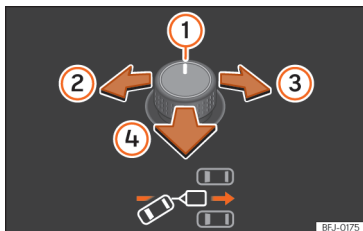
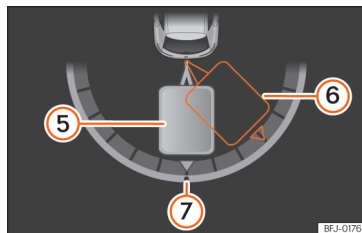

Fig. 149 Buton rotativ oglindă exterioră: reglarea unghiului remorcii.
Fig. 150 Afișajul din panoul de bord: cuplarea în marșarier.
Legenda pentru >>> **fig. 149**, >>> **fig. 150**:
• Înclinați butonul rotativ până la atingerea direcției dorite >>> **fig. 149**. O reprezentare a ansamblului format din vehiculul tractor și remorcă este afișată pe ecranul panoului de bord în scopul ghidării >>> **fig. 150**.